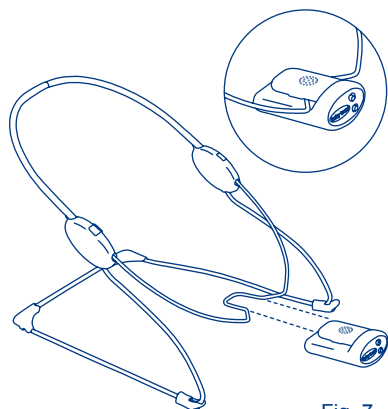

Fig. 7
- 7) • Align the mounting groove on the unit to the corresponding slot on footrest wire. Slide the unit onto the mounting groove until it is securely in place. (Fig. 7)
- Alinee la ranura de montaje de la unidad con la ranura correspondiente del alambre del apoyapiés. Deslice la unidad por la ranura de montaje hasta que esté bien sujeta. (Fig. 7)
- Aligner la rainure de montage sur le module avec la fente correspondante sur le cadre métallique du repose-pieds. Faites glisser le module sur la rainure de montage jusqu'à ce qu'il soit solidement en place. (Fig. 7)